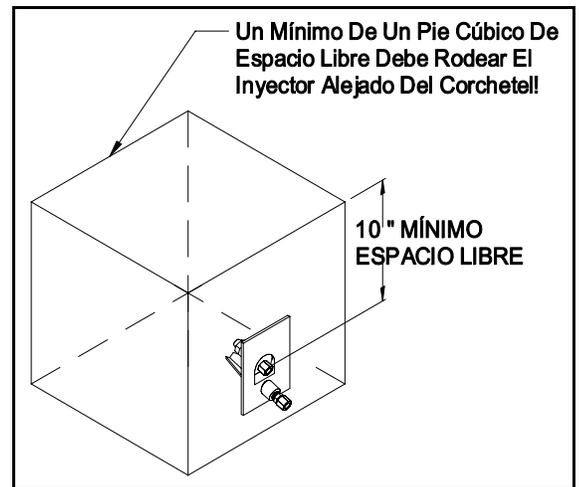
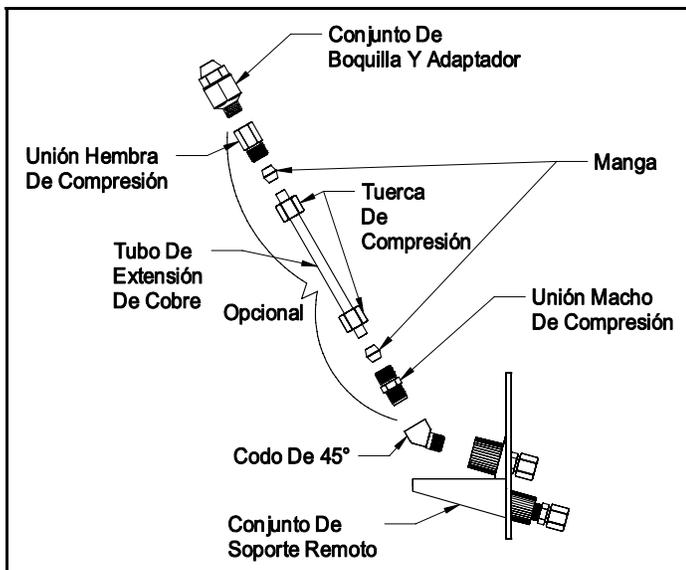

Figura 6
Figura 7
2. Determine la ubicación óptima para el conjunto de la cubierta (Vea Las Instalaciones Típicas En Las Figuras Del 1 Al 3, 5-8) localizando la parte más caliente del impulsor (cerca de la salida de la caldera) que satisfaga estos requerimientos mínimos: (a) flujo de aire con temperatura mínima de 120°F en el impulsor de suministro, (b) volumen mínimo de 1 pie cúbico rodeando la punta de la boquilla para evitar el choque del rocío en los muros del conducto u otros obstáculos. (Vea La Figura 6) En ciertas instalaciones, tal vez sea necesario extender más la boquilla con un juego de opcional extensión EK-1 de Field Controls. (Vea La Figura 7) Un 45° para redirigir el rocío sin extender la boquilla. Si existe un aire acondicionado "A-COIL" con los lados abiertos en la salida de la caldera, se debe localizar el conjunto de la cubierta en el área entre la A-COIL y la salida de la caldera. (Vea Las Figuras 4, 5-8)